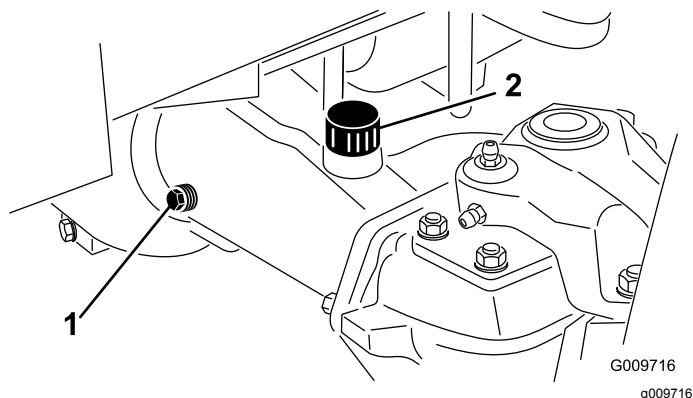

Figure 50
2. Enlevez un bouchon de contrôle à une extrémité du pont arrière (Figure 50) et vérifiez que le lubrifiant atteint la base de l'orifice.
**Remarque:** Si le niveau est trop bas, enlevez le bouchon de remplissage (Figure 50) et ajoutez suffisamment de lubrifiant pour rectifier le niveau.